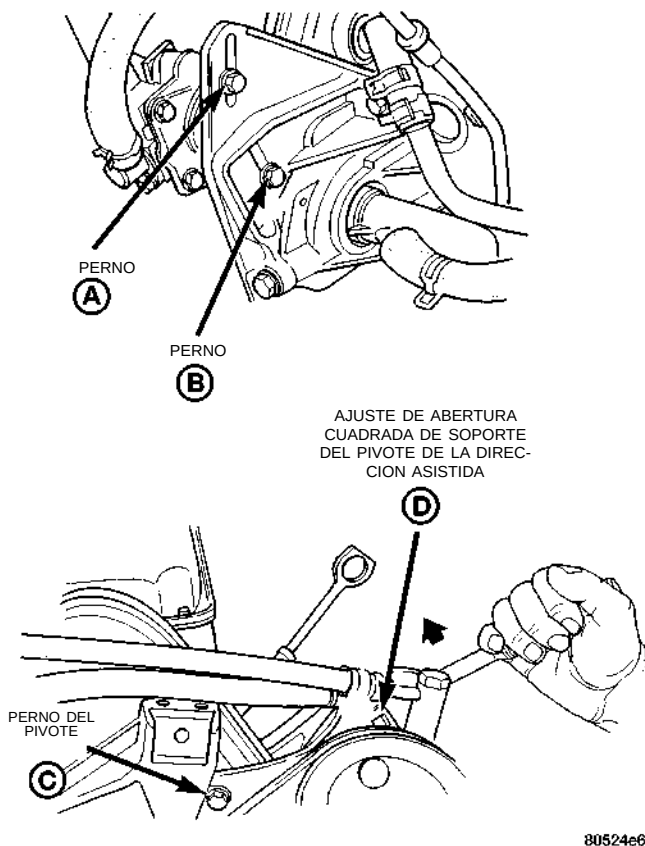

Fig. 26 Ajuste de la bomba de dirección asistida
(1) Afloje los pernos A y B de traba de la bomba de dirección asistida y el perno del pivote C (Fig. 26)